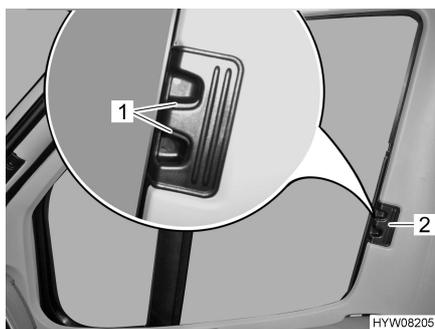

Fig. 18 Estor plegable para la ventana del conductor/acompañante
- Presionar los tiradores de desbloqueo (Fig. 18,1) y mantenerlos presionados.
- Cerrar los estores plegables para la ventana del conductor y la ventana del acompañante tirando en el tirador (Fig. 18,2) hacia el otro lado de la ventana y uniéndolos en las tiras magnéticas.
- Introducir los estores plegables para la ventana del conductor y la ventana del acompañante hasta el tope desplazando el tirador (Fig. 18,2).
- Soltar los tiradores de desbloqueo (Fig. 18,1) y dejar que engatillen.